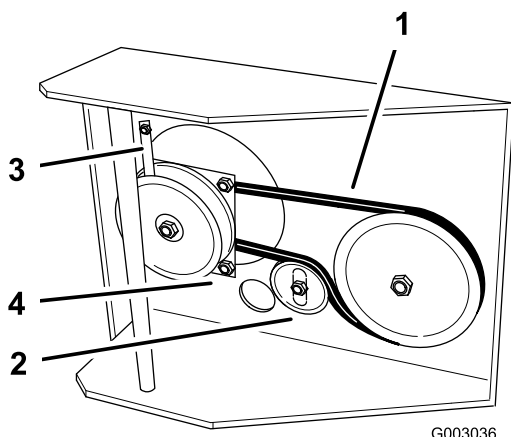

Figure 41
8. Décrochez le dispositif de retenue de l'embrayage et déposez le dispositif de retenue (Figure 41).
9. Desserrez le boulon de fixation de la poulie de tension pour pouvoir la bouger et enlevez la courroie de transmission de la poulie d'entraînement et de l'embrayage (Figure 41).
11. Accrochez le dispositif de retenue à l'embrayage et fixez-le au châssis avec le boulon de fixation du moteur (Figure 41).
12. Serrez le boulon de pivot à un couple de 19 à 24 Nm (170 à 220 po-lb) (Figure 41).